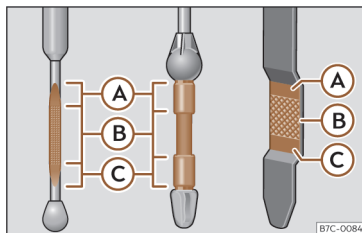

Fig. 235 Vareta de medição do nível de óleo.
- Em seguida, retire-a novamente e verifique o nível do óleo >>> **Fig. 235**. Caso seja necessário, reponha óleo do motor.
- Quando o nível de óleo atingir pelo menos a zona >>> **Fig. 235 B**, enrosque a tampa do bocal de enchimento com cuidado >>> **1.**